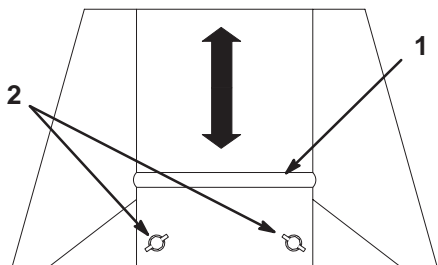

Figure 7
2. Desserrez les 2 écrous sur la plaque de condition de tonte ; remonte la plaque si l'herbe est courte et sèche, ou abaissez-la si l'herbe est longue et humide (Fig. 7).